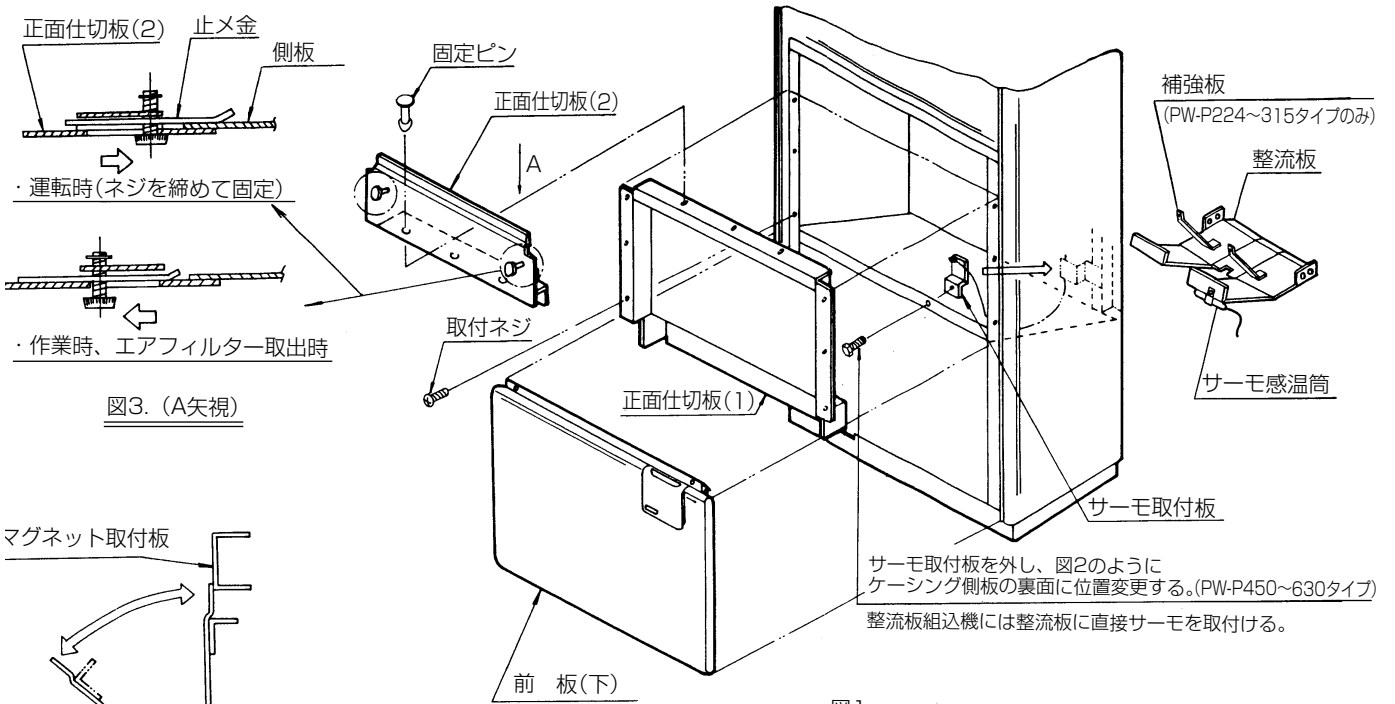

図1.
4.整流板組込機 (PW-P140~315タイプ) については、整流板に直接サーモを取付けてください。(図1.参照)